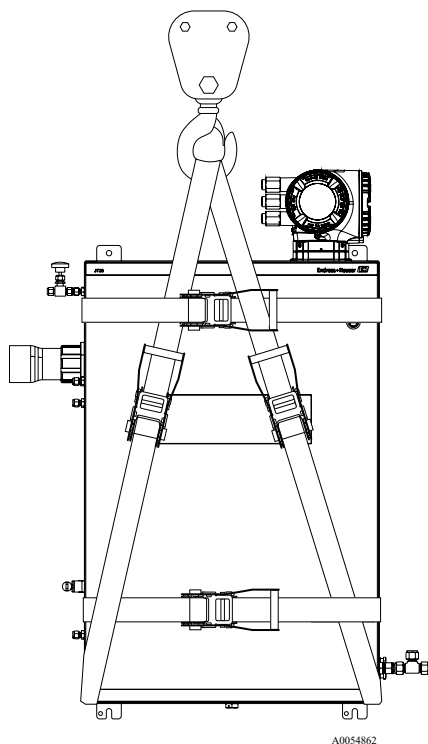

図 5. 吊り上げおよび移動用のラチェットベルト付き JT33 アナライザ
2. 適切な設置用機材を使用してアナライザを安全に持ち上げます。アナライザの吊り上げおよび移動 → 図 5 を参照してください。